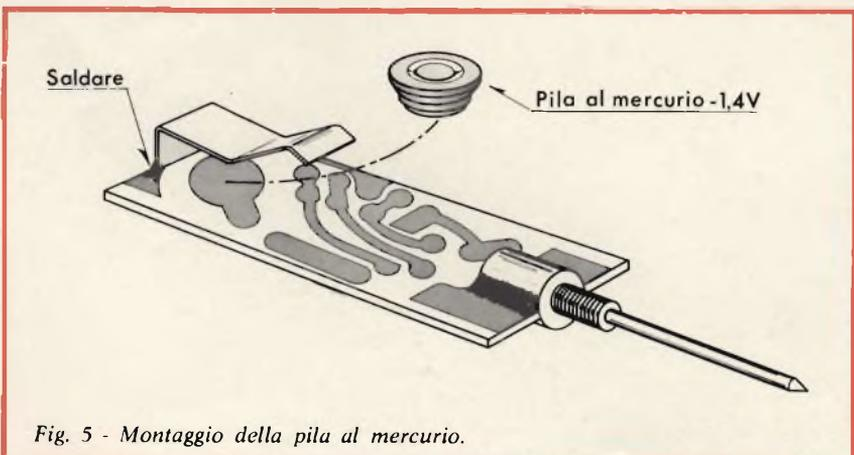

Fig. 5 - Montaggio della pila al mercurio.
- Montare la pila — fig. 5 — al riguardo bisogna precisare che la stessa non è fornita in unione al Kit, e che allo scopo ben si presta il tipo G.B.C. 11/0138-04.